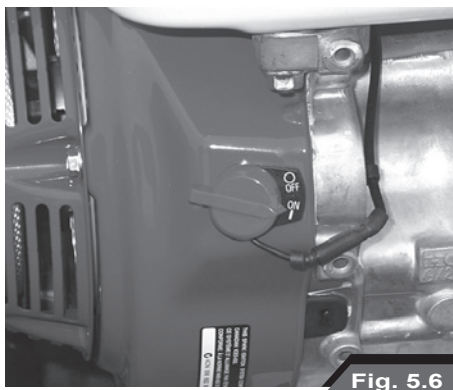

Fig. 5.6
- Ustawić przełącznik silnika ON/ OFF w położenie włączone, czyli **ON** (Rys. 5.6).
- Chwycić za uchwyt rozrusznika silnika (15), pociągnąć za niego delikatnie, aby ułatwić zaczeplenie mechanizmu zapadkowego. Następnie energicznie pociągnąć, a w razie potrzeby oprzeć stopę o koło, aby zadziałać z większą siłą. Powtarzać tę operację, wykonując zawsze krótkie, zdecydowane ruchy, aż do uruchomienia silnika.
- W celu wyłączenia silnika wystarczy ustawić przełącznik ON/OFF w położenie wyłączone, czyli **OFF** (Rys. 5.6). Silnik zatrzyma się w ciągu kilku sekund.